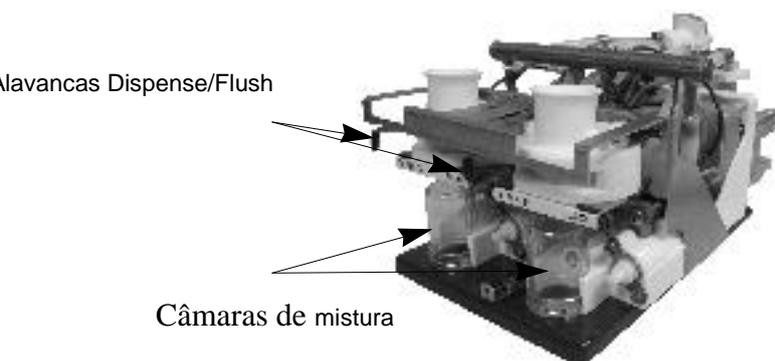

Figura 7. Estrutura da Plataforma com alavancas Dispense/Flush.
1. Mova todas as alavancas Dispense/Flush (localizadas na estrutura da plataforma do gabinete refrigerado) para a posição **Flush**. Coloque um copo vazio sobre o escorredor abaixo de cada bico dispensador (Figura 7).